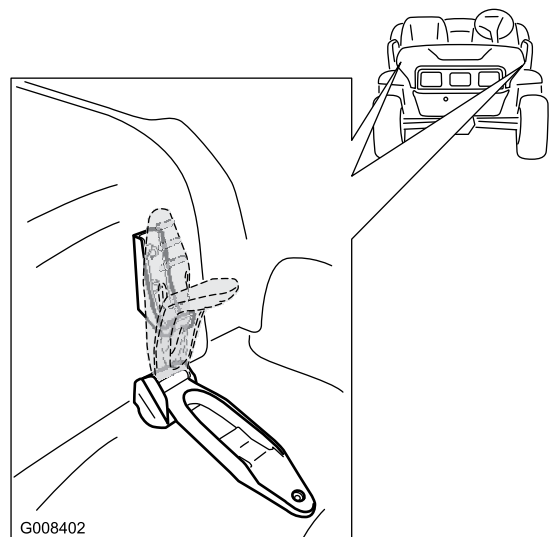

Bild 22
1. Heben Sie den Hebel der Gummiriegel an jeder Seite der Motorhaube an (Bild 22).
2. Fluchten Sie die Gummriegel auf den Riegelankern an jeder Seite der Motorhaube aus, um die Motorhaube zu befestigen (Bild 22).